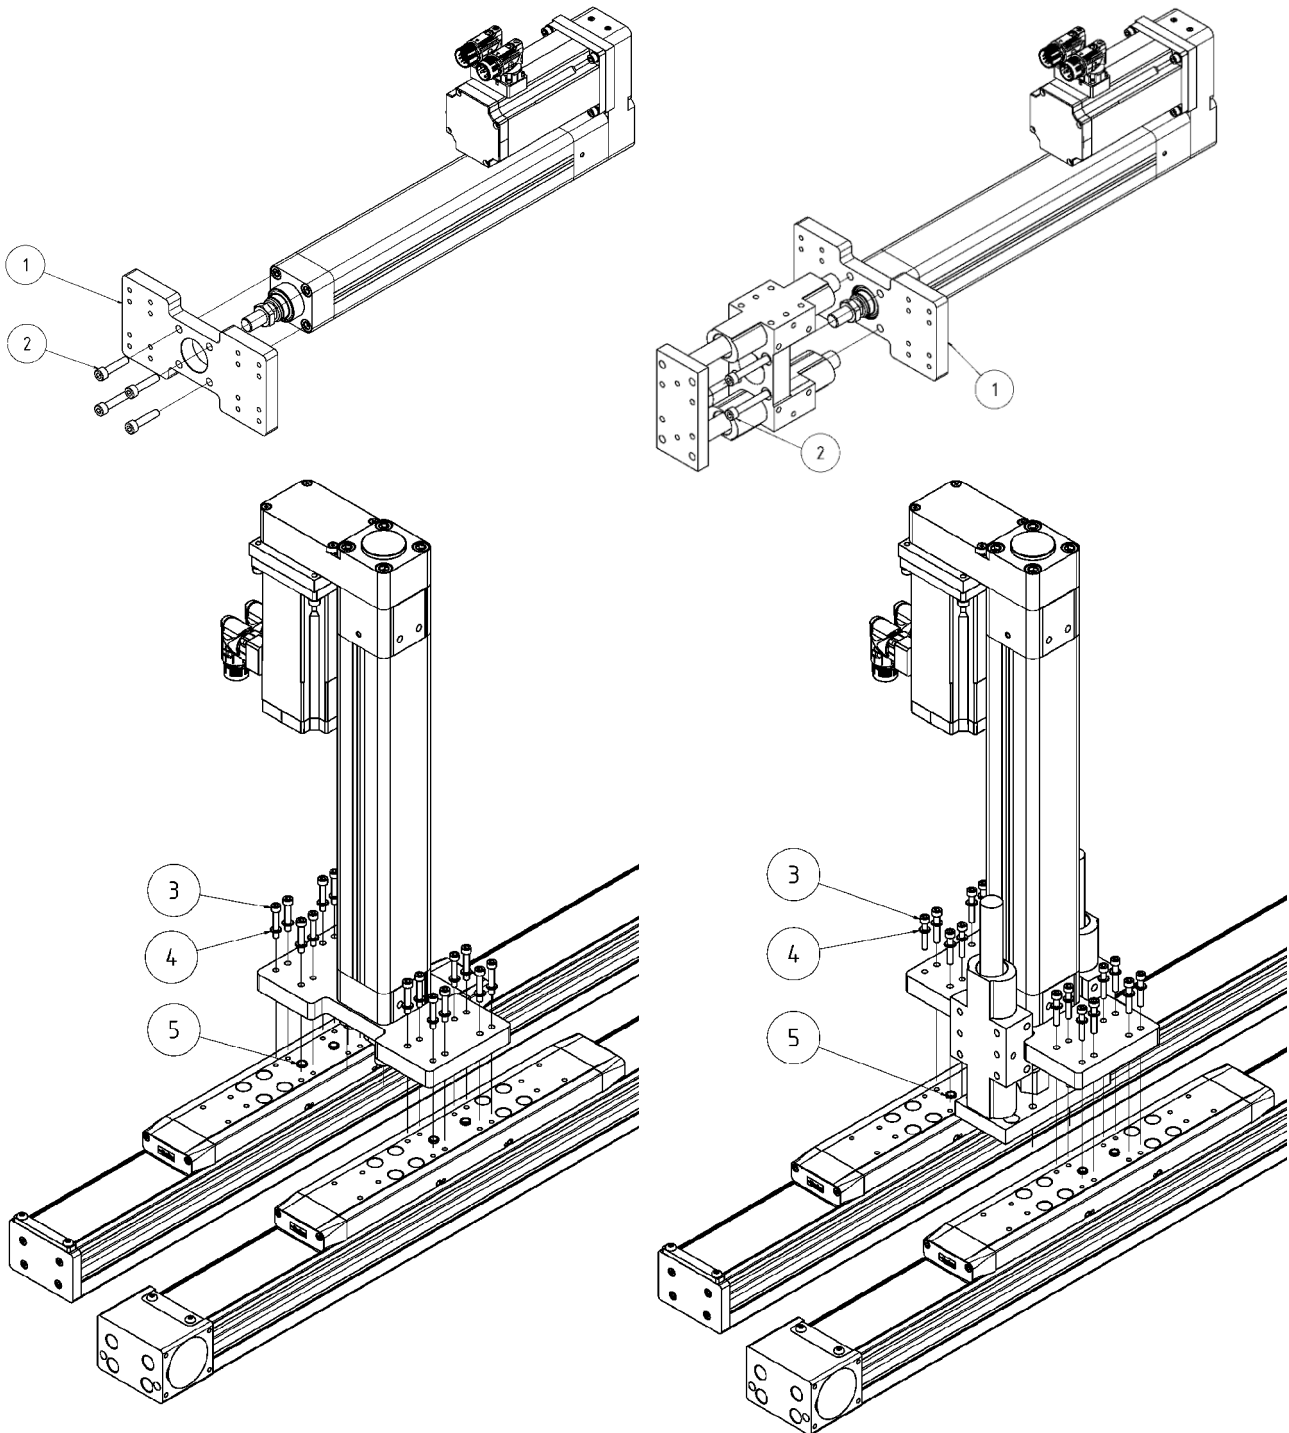

Abbildung 7: Montage der ETH032 / 050 an der Traverse
- ◆ Entfernen Sie die Zentrierhülsen aus den Läufern der Linearachsen (Siehe Abbildung 7: Montage der ETH032 / 050 an der Traverse: Pos. 5).
- ◆ Schieben Sie die Quertraverse (siehe Abbildung 7: Montage der ETH032 / 050 an der Traverse: Pos. 1) auf den Zentrierbund des ETH/ETT-Zylinders.
- ◆ Befestigen Sie den ETH/ETT-Zylinder mit den mitgelieferten Schrauben (siehe Abbildung 7: Montage der ETH032 / 050 an der Traverse: Pos. 2) und dem erforderlichen Anzugsdrehmoment (siehe Tabelle 7: Anzugsdrehmoment Traverse) über Kreuz.
- ◆ Richten Sie die Querweise auf den Läufer der Doppelachse aus und befestigen Sie diese mit den mitgelieferten Schrauben (Siehe Abbildung 7: Montage der ETH032 / 050 an der Traverse: Pos. 3) und dem erforderlichen Anzugsmoment (siehe Tabelle 7: Anzugsdrehmoment Traverse). Alle Bohrungen der Quertraverse müssen für die Verschraubung mit dem Läuferprofil verwendet werden.
Anzugsmoment ETH/ETT032 (Abbildung 7: Montage der ETH032 / 050 an der Traverse, Pos.2)
Anzugsmoment ETH/ETT050 (Abbildung 7: Montage der ETH032 / 050 an der Traverse, Pos.2)
Anzugsmoment Quertraverse (Abbildung 7: Montage der ETH032 / 050 an der Traverse, Pos.3)